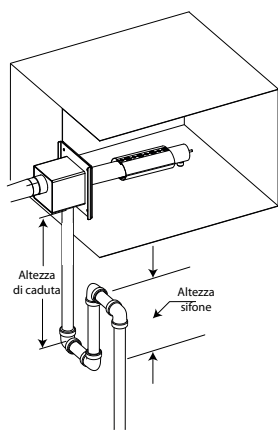

Fig. 3.b
► **Nota:** le connessioni e il tubo di scarico condensa mostrati in Fig 3.a e 3.b non fanno parte del sistema ultimateSAM.